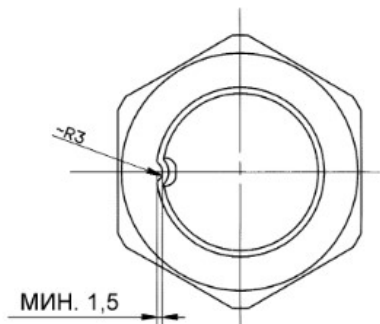

Рис. 6.24. Фиксация стопорной гайки
8. Выполнить протяжку гаек рулевых наконечников с моментом 6..8 кгс\*м и гайки крепления сошки с моментом 31,6...33,7 кгс\*м. Закернить стопорную гайку, как показано на Рис. 6.24.